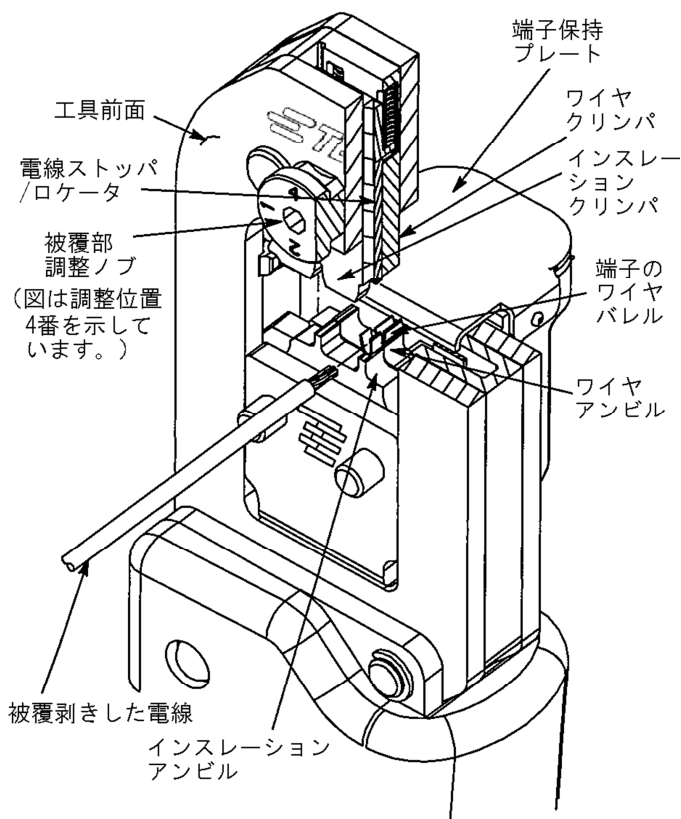
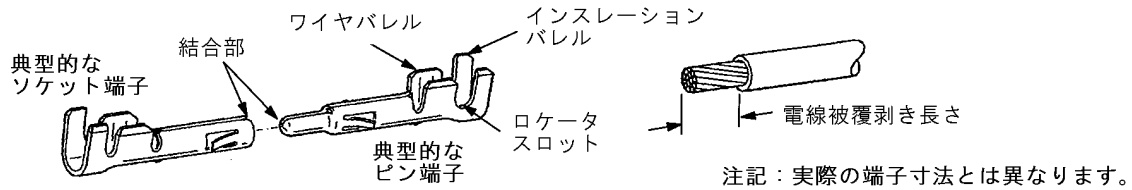

Figure 1
Figure 3
電線ストッパ/ロケータは端子をダイス間に位置決めし、電線が端子に正しく入るように助けます。圧着中は、端子のロケータスロットに入ります。（Fig.1 と Fig.3 参照）サーティクリンプ ラチェットは圧着荷重を制御します。ラチェットは一度噛み合うと、ハンドルが完全に閉じるまで開きません。
このタイプの多くの圧着手動工具において、絶縁被覆部の圧着高さは絶縁被覆調整ノブを回転させて調整出来ます。(Fig.1 参照) 絶縁部圧着の機能は電線の絶縁部をしっかりと保持することです。適切な絶縁被覆部の圧着を決めるために絶縁部の外径に対応した位置を用いて下さい。(1) -小、(2) と (3) -中位 (4) 大で調整出来ます。もし絶縁部バレルがきつ過ぎたり緩過ぎたりする場合、適切な設定に調整ノブを引き上げて回転させて変更を行なって下さい。